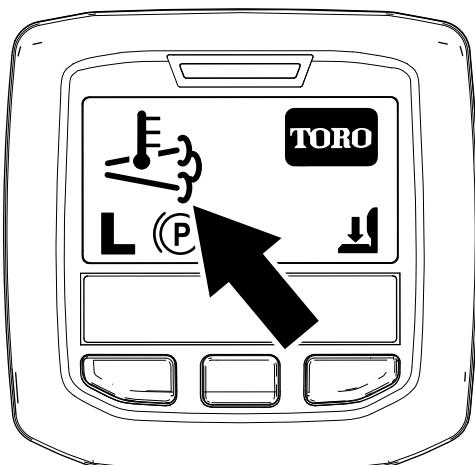

Figura 38
- El ícono de alta temperatura del escape aparece en el InfoCenter (Figura 38).